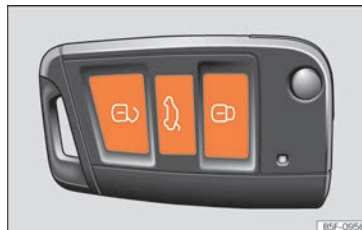

Abb. 72 Funkschlüssel: Tasten.
- Verriegeln: drücken Sie die Taste  »» **Abb. 72.**